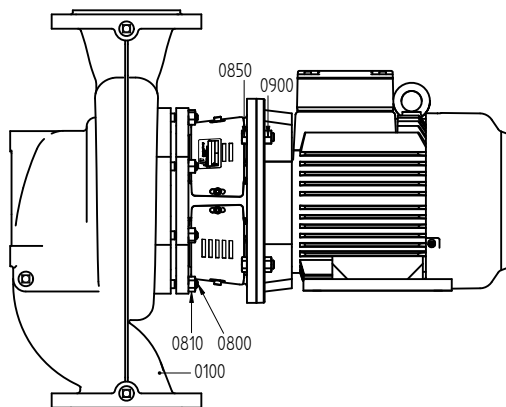

Figura 5: Desmontaje de la unidad desmontable por el lado de accionamiento.
- 1 Afloje las tuercas de sujeción (0810) de la pieza de linterna; consulte figura 5.